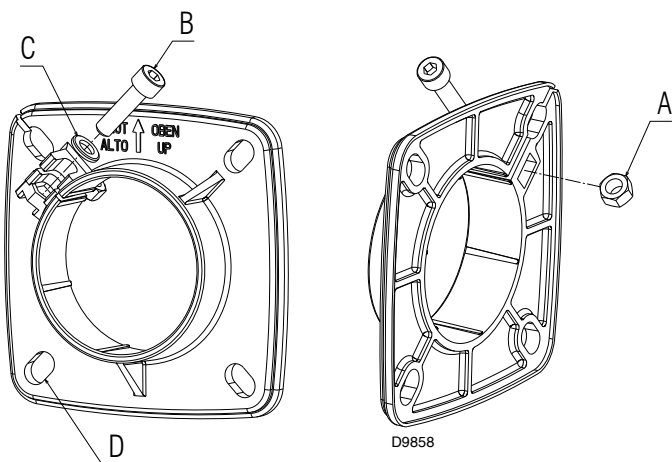

Fig. 8
- Coloque la tuerca HM8 de referencia A (Fig. 8), provista en el conjunto de adaptadores, en la parte posterior de la brida. Ajuste el tornillo CHC M8 x 30 B) con una arandela M8 C) en la parte delantera.